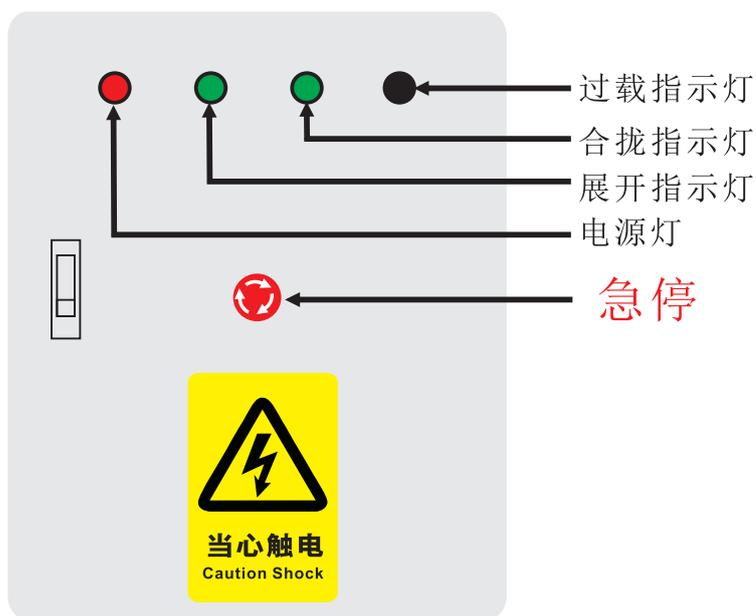

图1-2 配电箱
- C. 检查电源(配电箱：见图1-2)：是否符合系统要求。
2: 副支撑顶部导轨。如附图1-2
附图1-2 顶部导轨